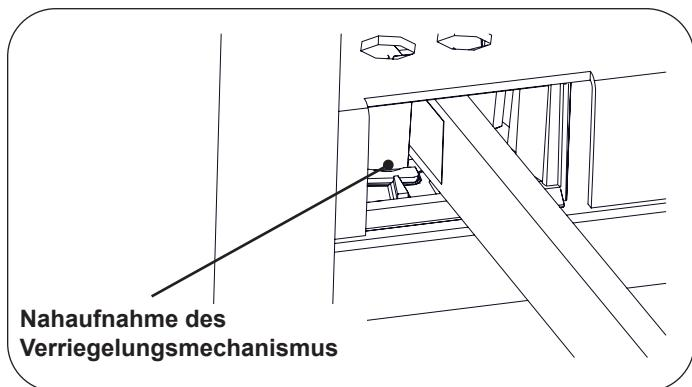
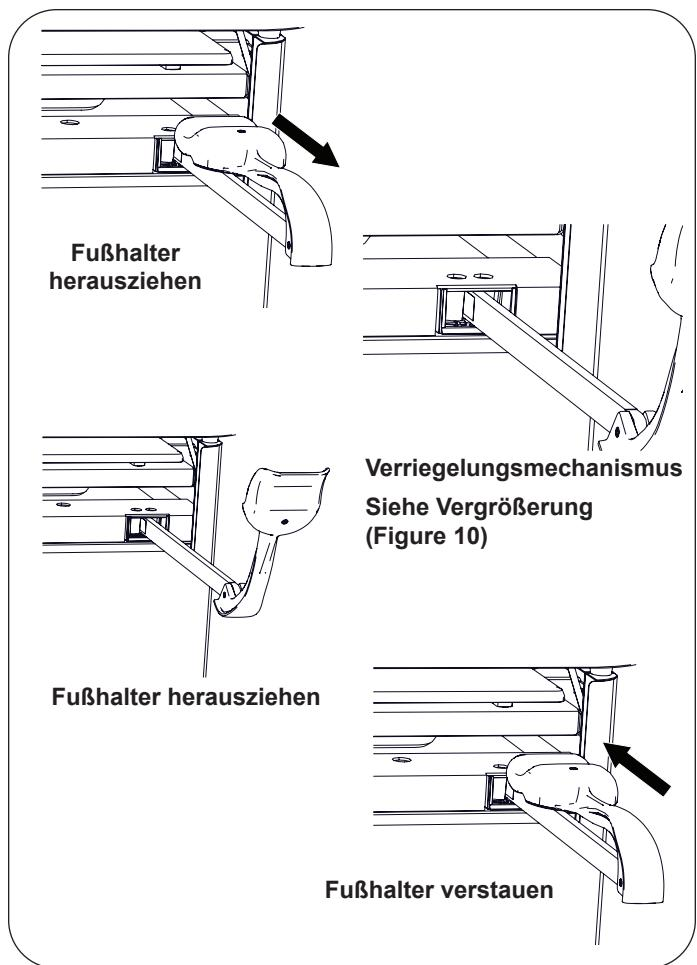

Figure 10. Fußhalter-Verriegelungsmechanismus
Figure 11. Fußhalter
- Um die Fußhalter zu bedienen, greifen Sie das Ende des Fußhalters an und ziehen Sie ihn gerade aus dem Tisch heraus (Figure 10). Heben Sie den Fußhalter leicht an, während Sie ihn herausziehen.
- Wenn die gewünschte Position erreicht ist, senken Sie den Fußhalter ab, um den seitlichen Verriegelungsmechanismus in Eingriff zu bringen (Figure 10 und Figure 11).